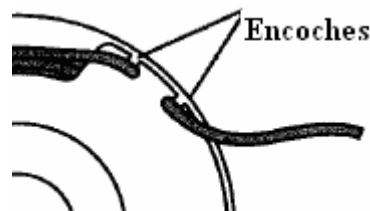

Fig. 24
6. Coincez les bouts des fils dans les encoches de la bobine (Fig. 24)